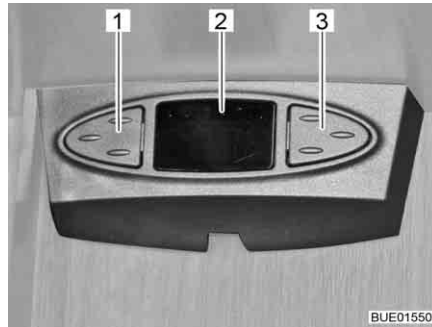

Bild 25 Satellitmus
**Satellitmus** Beroende på modell är satellitanläggningen försedd med en satellitmus. Satellitmusens indikatorer (Bild 25,2) visar den inställda kanalen. Via de båda knapparna kan satellitanläggningens grundläggande funktioner styras (sändarbyte, sätta igång/stänga av).
- Välja föregående sändare från sändarlistan: Tryck ner vänster knapp (Bild 25,1).
- Välja nästa sändare från sändarlistan: Tryck ner höger knapp (Bild 25,3).
- Växla mellan radio och tv: Tryck samtidigt kort på knapparna (Bild 25,1 och Bild 25,3).
- Till- och frånkoppling av mottagare: Tryck samtidigt kort på knapparna (Bild 25,1 och Bild 25,3) och håll ner dem.